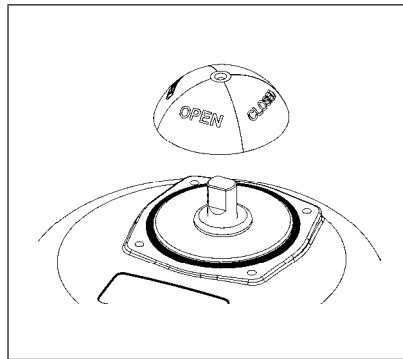

Bild 10: Stellungsanzeiger
- Stellungsanzeiger entfernen (siehe „Bild 10“).